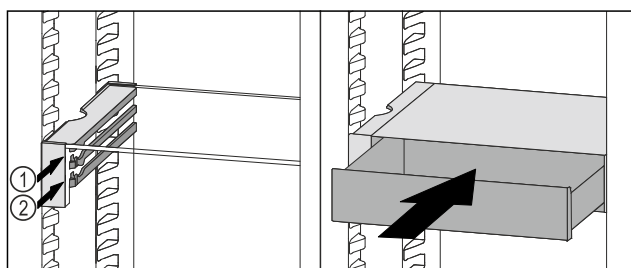

Fig. 85
- ▶ Placer le tiroir VarioSafe derrière les butées sur la nervure désirée Fig. 85 (1) ou Fig. 85 (2).